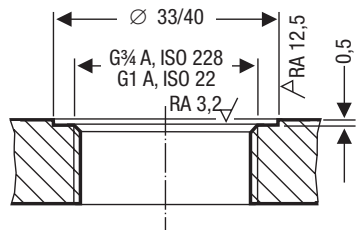

Fig. 13
- Anläggningsytan i montageflänsen eller gängstudsens måste vara felfritt bearbetade enligt **fig. 13!**
7. Kontrollera tätningsytorna. **Fig. 13**
8. Lägg bifogad tätning ⑧ på gängstutsens eller flänskåpans tätningsyta. **Fig. 13**
9. Fetta in elektrodens gänga ⑩ med en liten mängd medföljande keramikpasta.